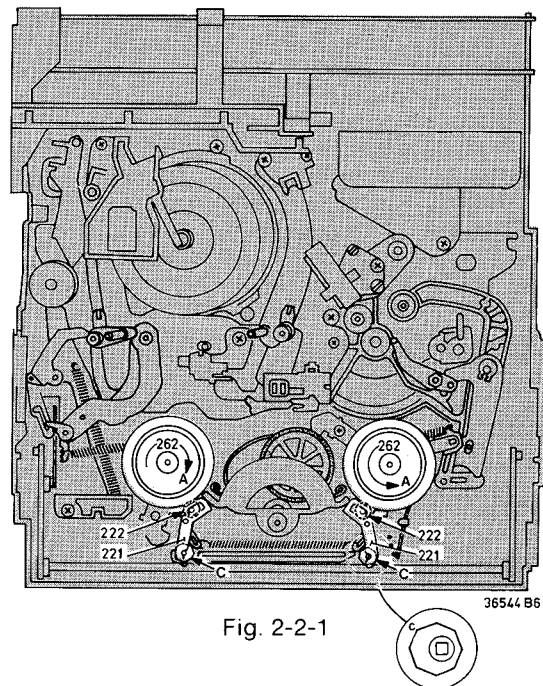

Fig. 2-2-1
- Die Wickelteller 262 so weit verdrehen, dass die Bremsrollen 222 in die gekennzeichnete Stellung (Bild 2-2-1) gelangen.